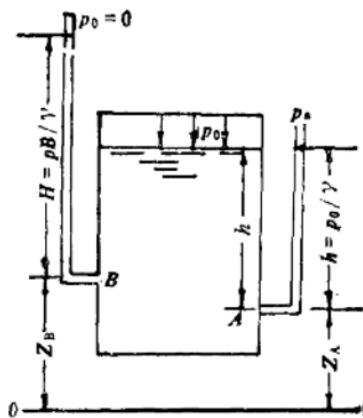

图 1-6 静压高度和测压管高度
(1) 水柱高度：如图1-6所示，在静止液体中 A 点处设一端口敞开的测压管，使 $p_0 = p_a$ ；在 B 点处设一端口封闭的测压管，并设法去净空气，使 $p_0 = 0$ 。通过测定水柱高度得知： $h = \frac{p_A}{\gamma}$ ，流体力学中称 $\frac{p_A}{\gamma}$ 为 A 点的测压管高度，也